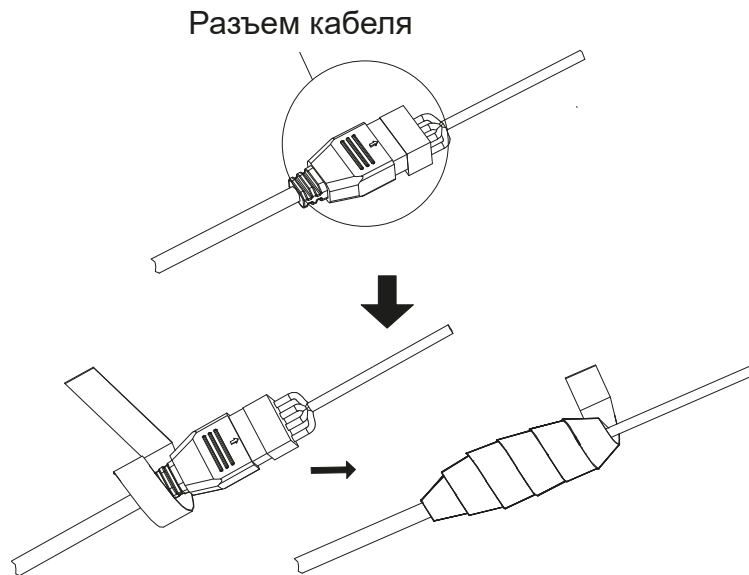

Рис. 2.12. Герметизация водонепроницаемой лентой (шаг 1)
3. Плотно оберните водонепроницаемую ленту вокруг кабельного соединения, как показано на Рис. 2.12. Убедитесь, что все оголенные провода надежно изолированы водонепроницаемой лентой.